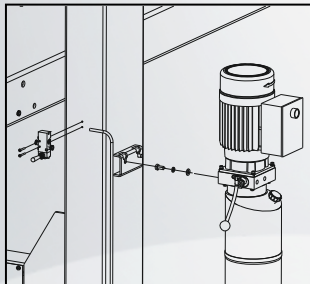

рисунок 6
1. Установите управляющий воздушный клапан на колонну при помощи двух винтов M4X30 (см. рис. 6).